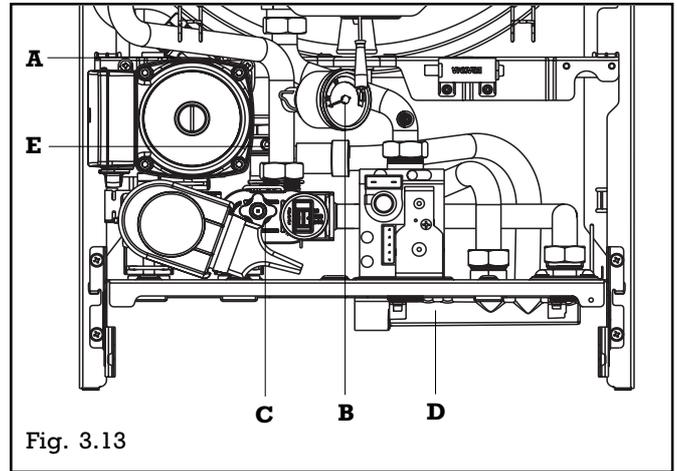

Fig. 3.13
- ouvrir de 2 ou 3 tours le bouchon du purgeur d'air automatique (A) (fig. 3.13)
- remplir l'installation jusqu'à ce que la pression indiquée par le manomètre (B) soit dans la zone bleue.